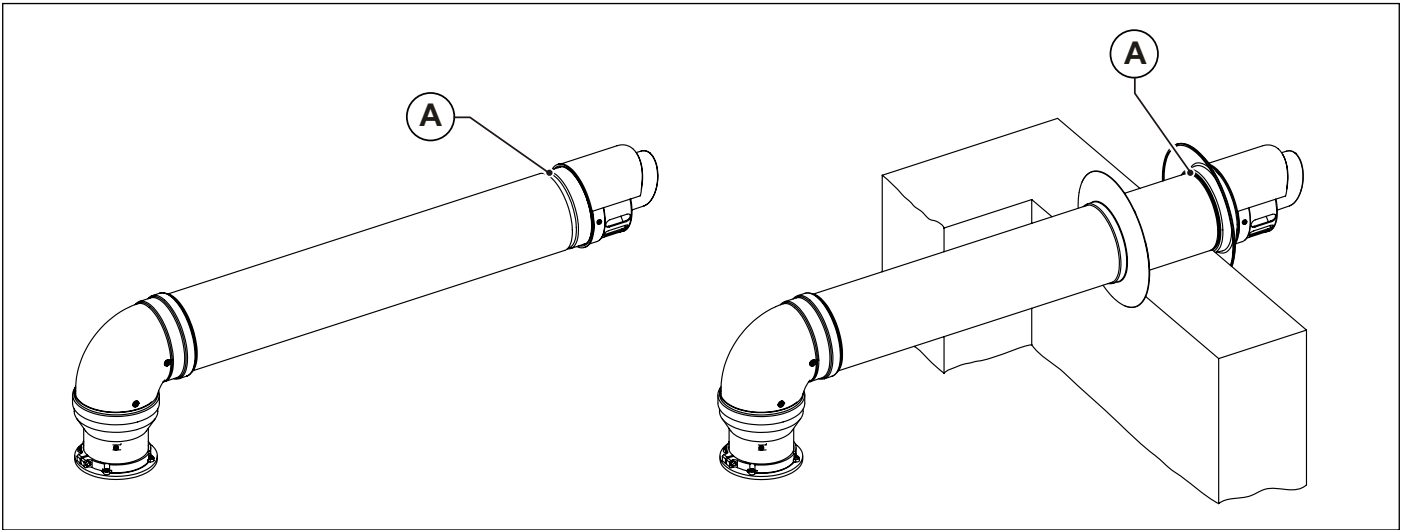

Fig. 5 Installazione terminali a parete
I terminali di aspirazione aria e scarico fumi, sdoppiati e coassiali, nella parte finale sono dotati di una gola (A) per il fissaggio del rosone esterno (vedi Fig. 5 Installazione terminali a parete).